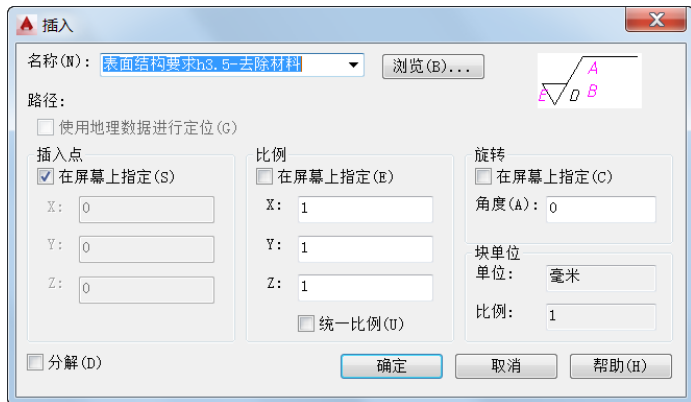

图 9-28 “插入”对话框
❶ 在功能区“插入”选项卡的“块”面板中单击“插入”按钮，或者在功能区“默认”选项卡的“块”面板中单击“插入”按钮，接着在打开的块列表框中选择“更多选项”命令，弹出图 9-28 所示的“插入”对话框。